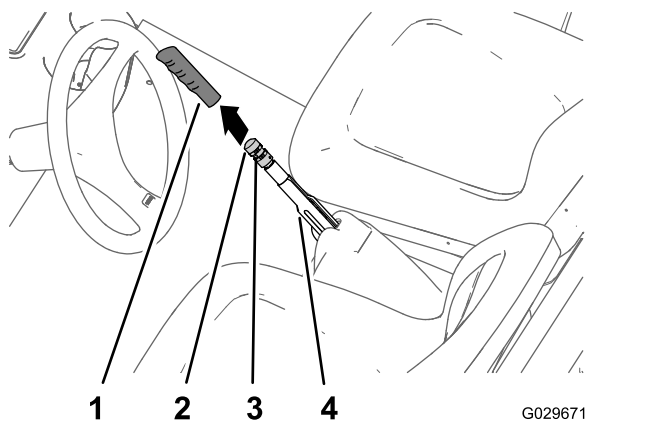

Рисунок 66
1. Снимите рукоятку с рычага стояночного тормоза (Рисунок 66).
2. Ослабьте установочный винт, который крепит ручку регулировки тормоза к рычагу стояночного тормоза (Рисунок 66).
3. Поворачивайте ручку регулировки тормоза до тех пор, пока усилие, требуемое для приведения в действие рычага стояночного тормоза, не достигнет 133-156 Н (Рисунок 66).
4. Затяните установочный винт и установите рукоятку на рычаг (Рисунок 66).
2. Ослабьте установочный винт (Рисунок 66), который крепит ручку регулировки тормоза к рычагу стояночного тормоза, выключите стояночный тормоз и ослабьте ручку регулировки тормоза.
5. Поворачивайте ручку регулировки тормоза (Рисунок 66) до тех пор, пока усилие,
- С. Поворачивайте ручку регулировки тормоза (Рисунок 66) до тех пор, пока усилие, требуемое для приведения в действие рычага стояночного тормоза, не достигнет 133–156 Н.
- Затяните установочный винт и установите рукоятку (Рисунок 66).